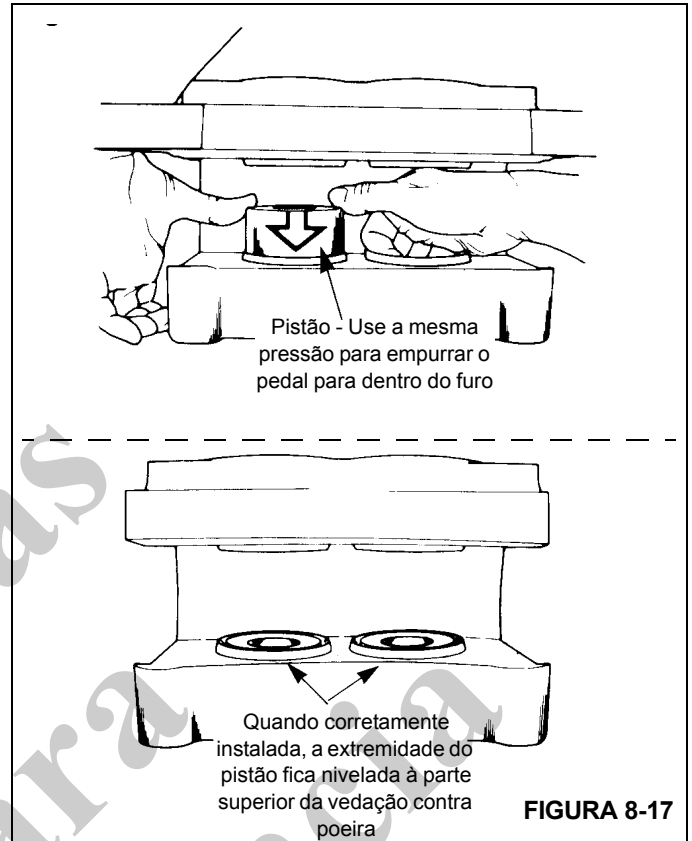

FIGURA 8-17
4. Instale os pistões na carcaça. Empurre os pistões para dentro pelo lado do revestimento da carcaça. Verifique se os pistões estão retos nos furos. Empurre cada pistão para dentro do furo até que a parte superior do pistão fique nivelada à parte superior da vedação contra poeira (Figura 8-17).